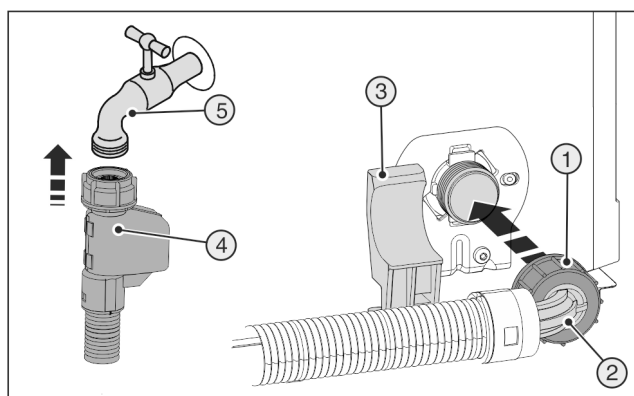

Fig. 22
- Raccorder l'extrémité droite du tuyau Fig. 22 (4) au robinet d'arrêt Fig. 22 (5)